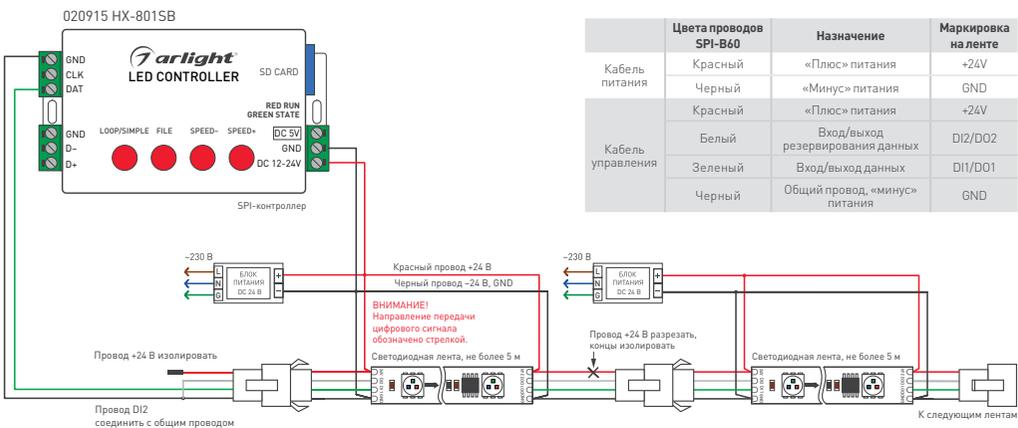

Рис. 1. Схема подключения ленты с использованием SPI-контроллера с одним выходным портом и с использованием отдельных блоков питания
- Подключите ленту в соответствии со схемой (рис. 1). Соблюдайте полярность подключения и направление передачи сигнала (вход/выход). Обратите внимание на маркировку, нанесенную на печатную плату и на цвета соединительных проводов.
- Подключите ленту согласно схеме (рисунок 1).